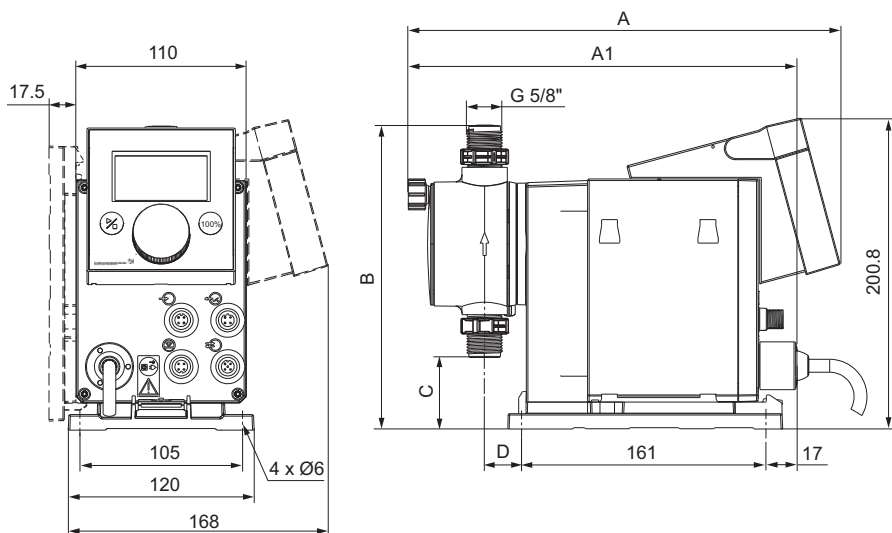

Fig. 4 Målkitse
- Monteringspladen kan bruges som boreskabelon, se fig. 4 for hulafstand.